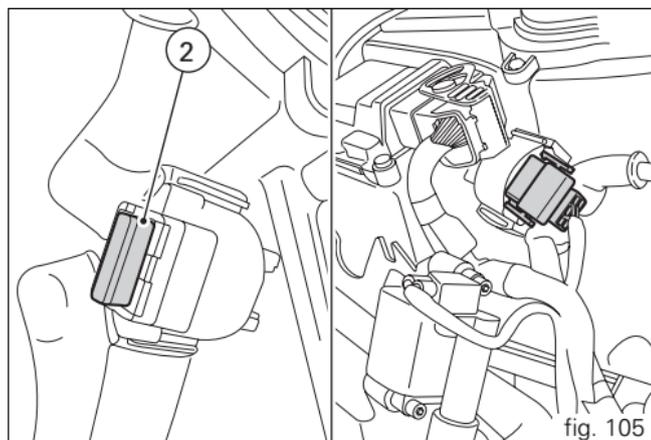

fig. 105
**Régulateur électronique**, protégé par un fusible de **30 A** placé à côté de la centrale (2, fig. 105).